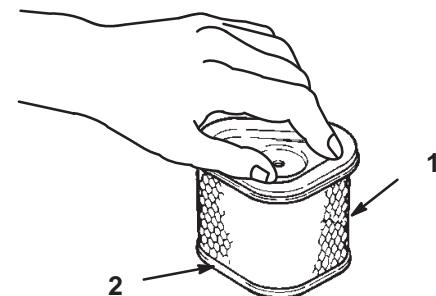

Bild 19
1. Klopfen Sie den Einsatz leicht auf eine flache Unterlage, um Staub und Schmutz zu beseitigen (Bild 19).